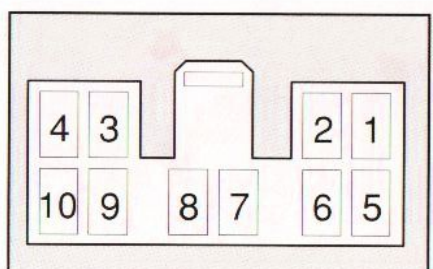

Abb. 146
- Verbindungskabel zur Antenne mit Doppelfunktion und Kabel mit 10poliger Steckverbindung **Abb. 146**.